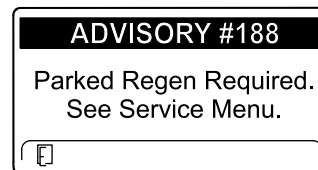

Figure 76
- ADVISORY #188 (avis n° 188), demande de régénération en stationnement (Figure 76)